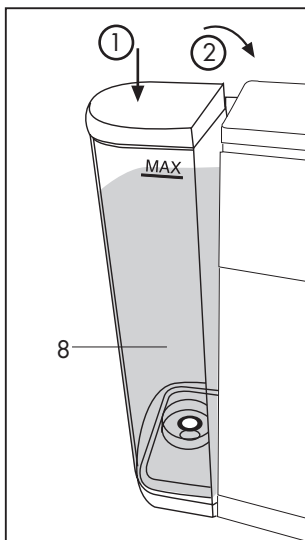

Abb. 3
- Den Deckel schließen und den Behälter schräg auf das Wasserventil stellen und wieder einsetzen. Das Oberteil des Geräts drücken bis es einrastet. Um zu vermeiden dass Wasser austreten kann, kontrollieren Sie bitte ob der Behälter fest sitzt (**Abb. 3**).